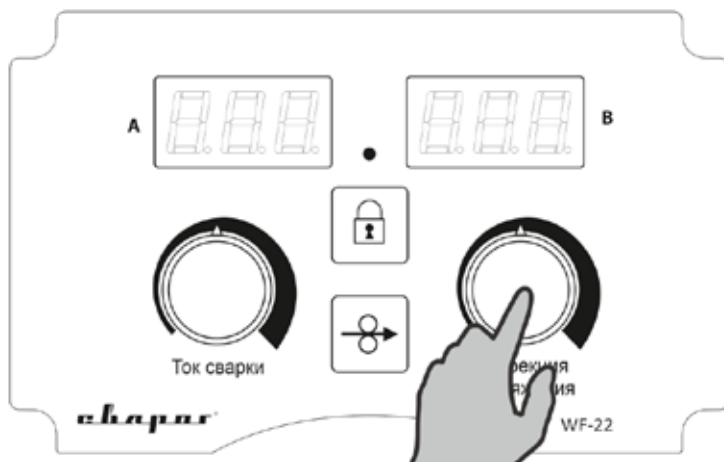

Рис. 8.8.2. Установка напряжения на дуге.
2. Установите значение напряжения на дуге (См. рис. 8.8.2) в зависимости от толщины свариваемого металла и диаметра сварочной проволоки. Чем больше напряжение на дуге, тем шире сварочный шов (См. табл. 7.3.2, поз. 6).